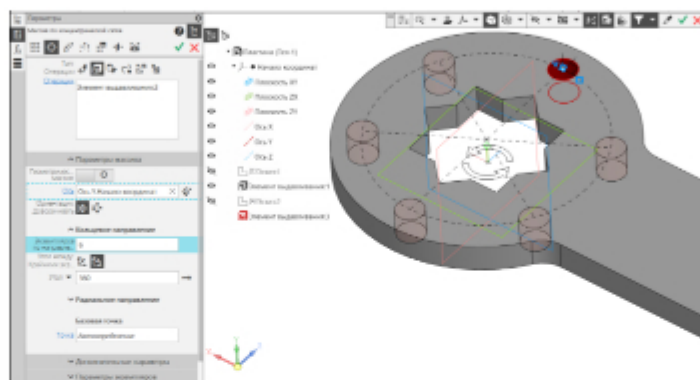

Рис. 18 Создание массива по концентрической сетке
- **Твердотельное моделирование – Массив, копирование – Массив по концентрической сетке.** Выбрать элемент массива (Выдавливание 2), ось вращения (Y), количество элементов массива (6), угол ( $360^0$ ) (рис. 18).